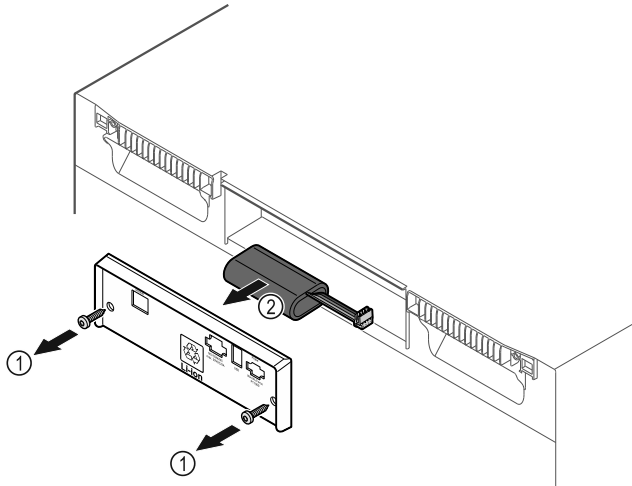

Fig. 186
- ▶ Schrauben herausdrehen und Abdeckung auf der Rückseite des Gerätes entfernen Fig. 186 (1).
- ▶ Batterie abstecken und herausnehmen Fig. 186 (2).